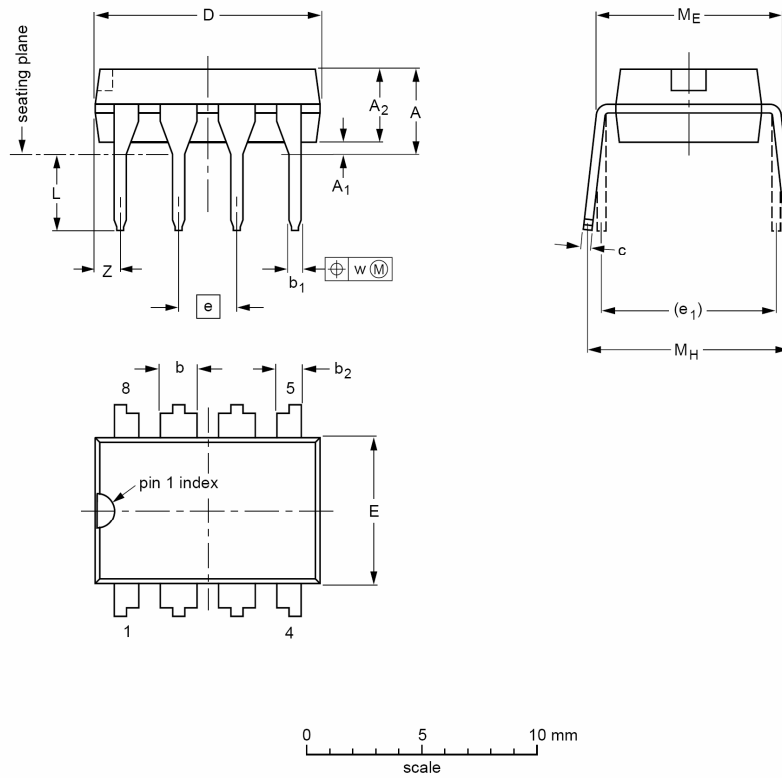

图 21 SOT97-1
- DIP8——8 脚塑料双列直插封装，请参见图 21。
表 31 图 21 的尺寸说明 (英寸数是从毫米尺寸换算出来的)